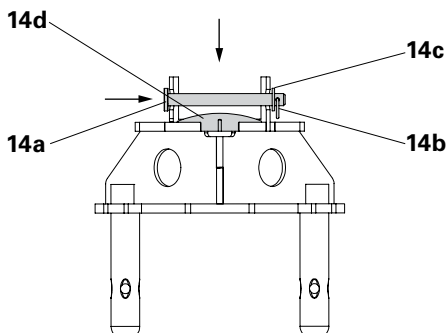

Fig. 30
4. Ribaltare il raccordo UJC (14) e posizionare correttamente il componente sferico (14d). (Fig. 30)
5. Fissare nuovamente il perno di collegamento, la rondella e l'inserto a molla. (Fig. 30)